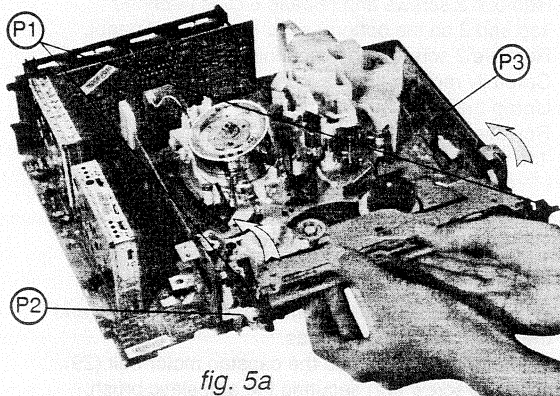

fig. 5a
WIEDEREINBAUEN: (Abb. 5a, 5b, 5c und 7)
- Die vorderen Ansätze des Kassettenträgers wie in Abb. 5a dargestellt einsetzen.
REFITTING: (fig. 5a, 5b, 5c and 7)
- Move the pins at the front of the cassette holder as shown in figure 5a.